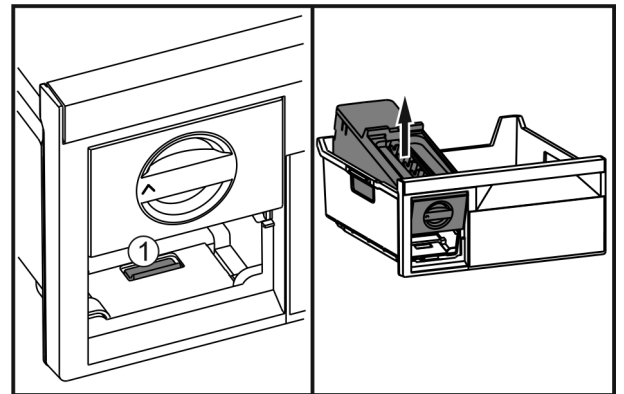

Fig. 39
- ▶ Appuyer sur la languette *Fig. 39 (1)*, soulever l'EasyTwist-Ice depuis l'arrière et le faire sortir du tiroir de congélation.